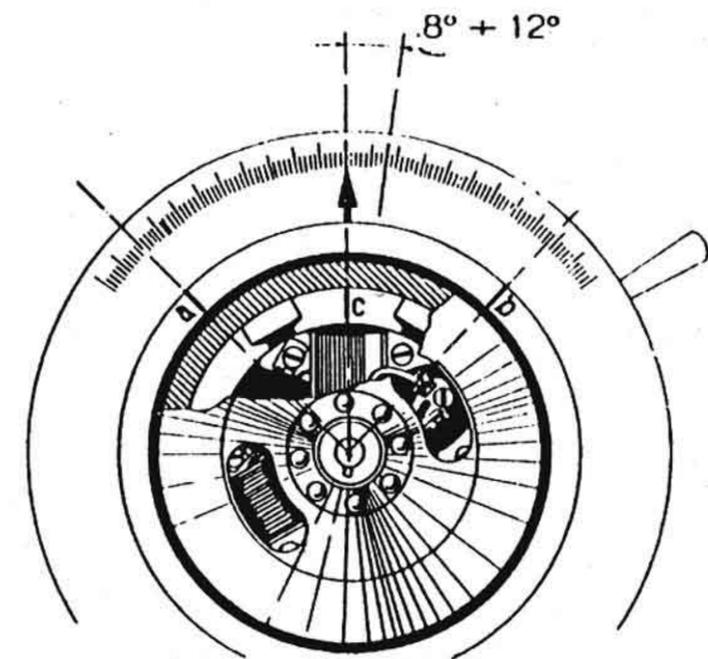

Fig. 27
1. - Dans les revisions générales du volant (remplacement ou magnétisation du rotor, remplacement de la came ou de la bobine par exemple) **si on dispose du banc d'essai** pour volants l'écart des contacts du rupteur doit commencer au moment où le trait du centre du noyau opposé à la trace pour clavette dépasse le centre de la bobine H. T. de $8^{\circ} \div 12^{\circ}$ (fig 27). L'utilité minimum avec cet angle doit être la suivante :